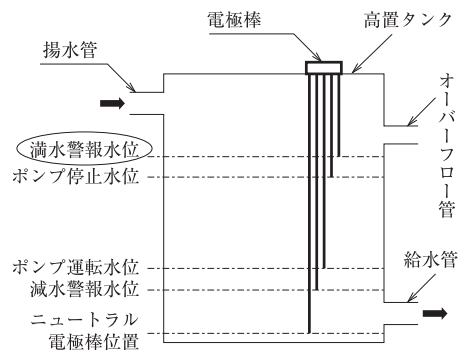

図1
② 電極棒は5本揃っているか。
高置タンクに水を補給するためのポンプの起動・停止には、5本の電極棒で行うのが一般的である。5本の内訳は、① ニュートラル電極棒用、② 減水警報用、③ ポンプ運転用、④ ポンプ停止用、⑤ 満水警報用である。設問図では、⑤の満水警報用電極棒がないので追加する。(前ページの図1参照)